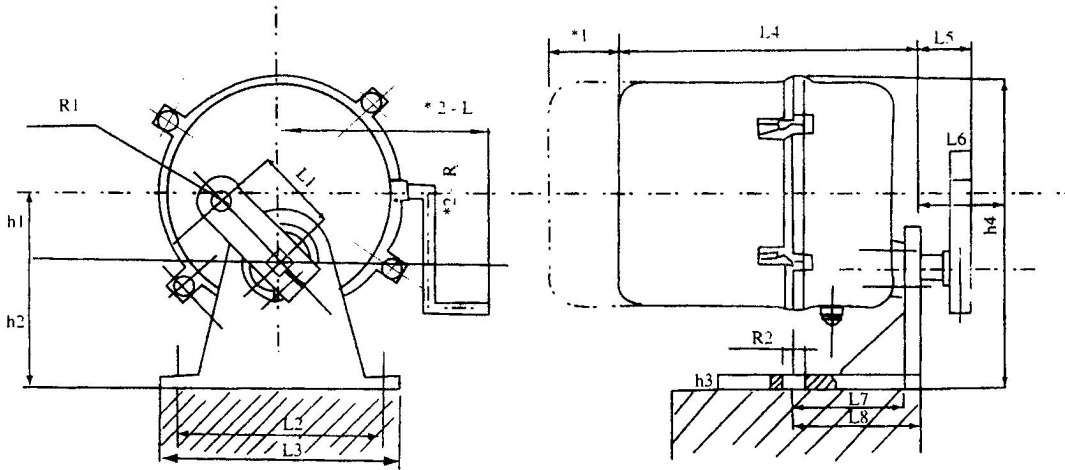

图12 341RSA、341RSB型执行器安装尺寸
8.1.2 底座安装曲柄联结方式尺寸图见图12、图13及表6